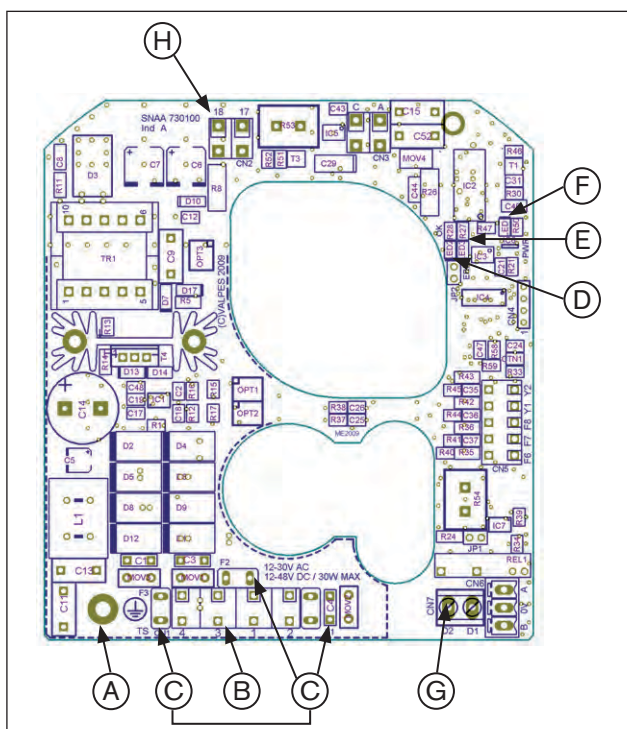
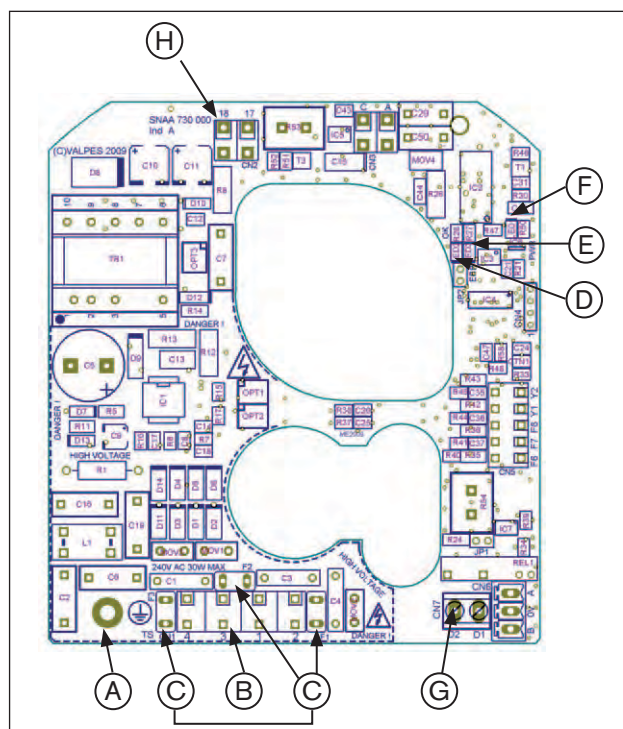
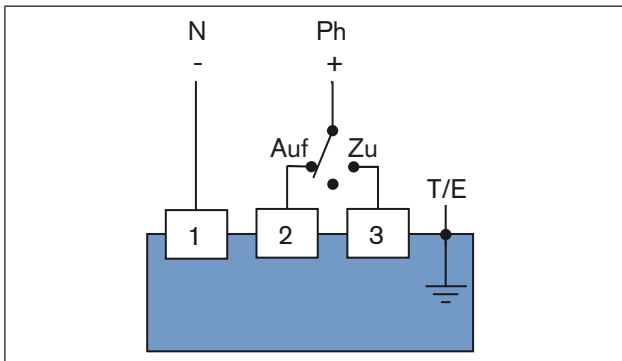
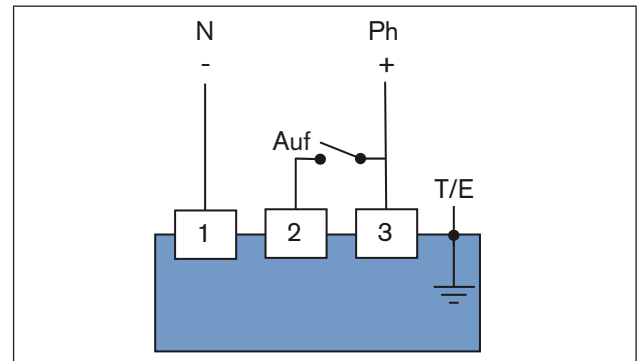

Figure 15 : Alimentation en courant: carte 15-30 V 50/60 Hz (12-48 V DC)
Figure 16 : Alimentation en courant: carte 100-240 V 50/60 Hz (100-350 V DC)
Figure 17 : Mode trois points modulants
Figure 18 : Mode ouverture/fermeture / La variante à courant de secours
→ Pour ce faire, desserrez la vis de terre et fixez l'œillet du câble de mise à la terre sur cette vis (voir « Figure 15 » et « Figure 16 »).
- Raccordez le câble selon le type de commande souhaité (voir « Figure 17 » et « Figure 18 ») au bornier pos. B de la carte d'alimentation en courant (voir « Figure 15 » et « Figure 16 »).
**Mode de fonctionnement pour le mode ouverture/fermeture (voir « Figure 18 ») :**